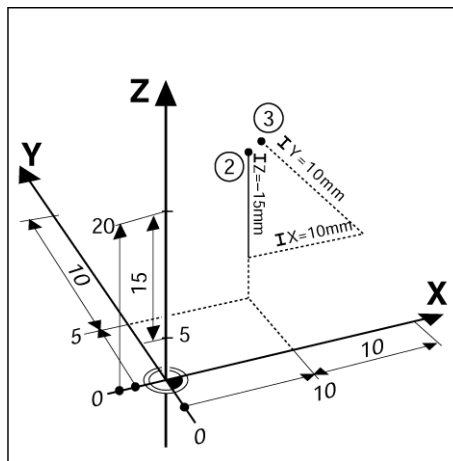

Abb. I.3 Position 3 mit inkrementalen Koordinaten
**Beispiel:** Inkrementale Koordinaten der Position **3** bezogen auf Position **2**. Siehe Abb. I.3